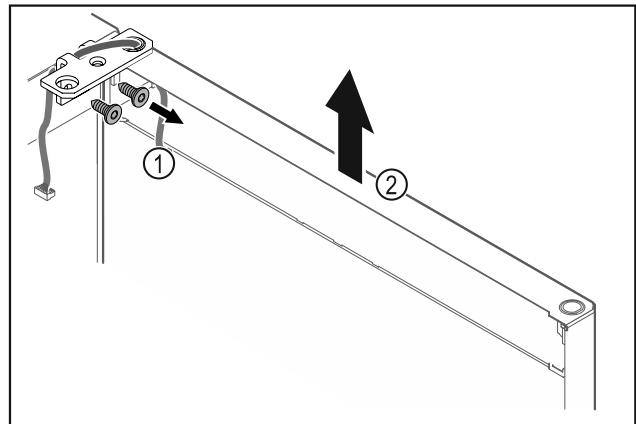

Fig. 24
► Odskrutkujte uholník závesu Fig. 24 (1).
► Zdvihnite dvere vrátane uholníka závesu Fig. 24 (2) cca 200 mm nahor a odoberte ich.